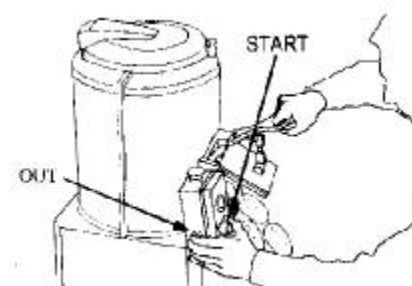

图 11 ——清空食物
- 5、用右手打开食物排空出口，然后用左手同时按下“OUT”和“START”按钮，一股离心力便把食物排空。（参见图 11）
排空食物：（参见图 11）